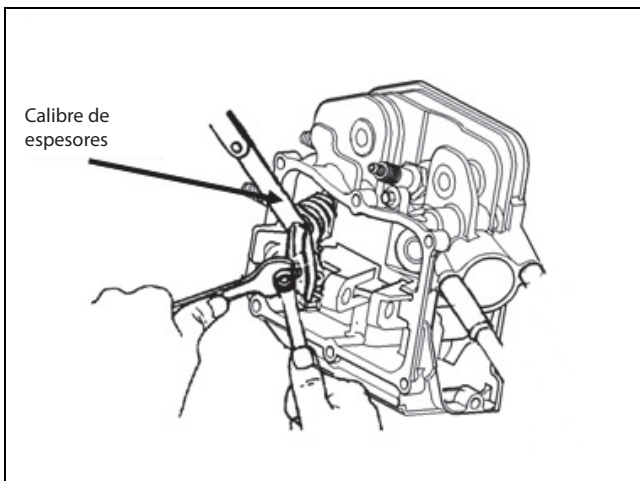

Figura 4-6. Ajuste de la luz de válvulas
1. Sostenga el pivote del balancín con una llave y afloje la tuerca de seguridad del pivote (Figura 4-6).